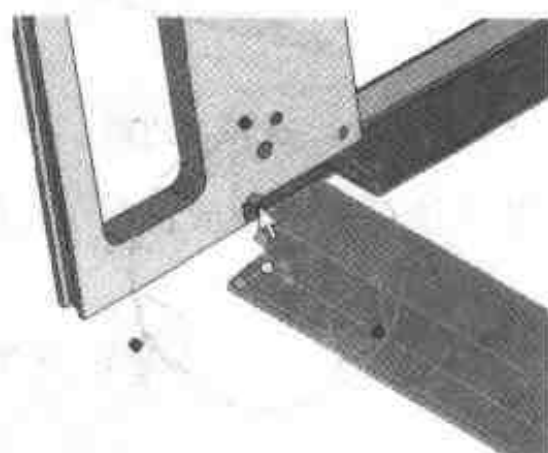

图 4.135 选择装配位置
- (4) 右击中心手柄, 选择【到点】命令, 选择手把的角点(箭头处), 生成面板挡条和手把的装配件, 如图 4.135 所示。